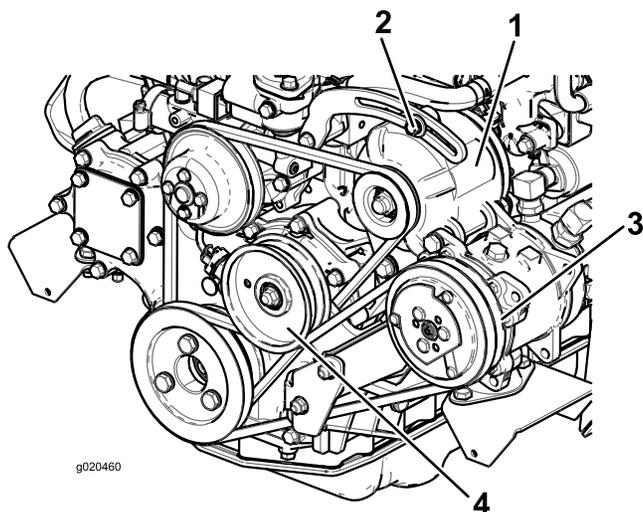

Рисунок 64
2. Если прогиб не равен 10 мм, ослабьте болты крепления генератора (Рисунок 64).